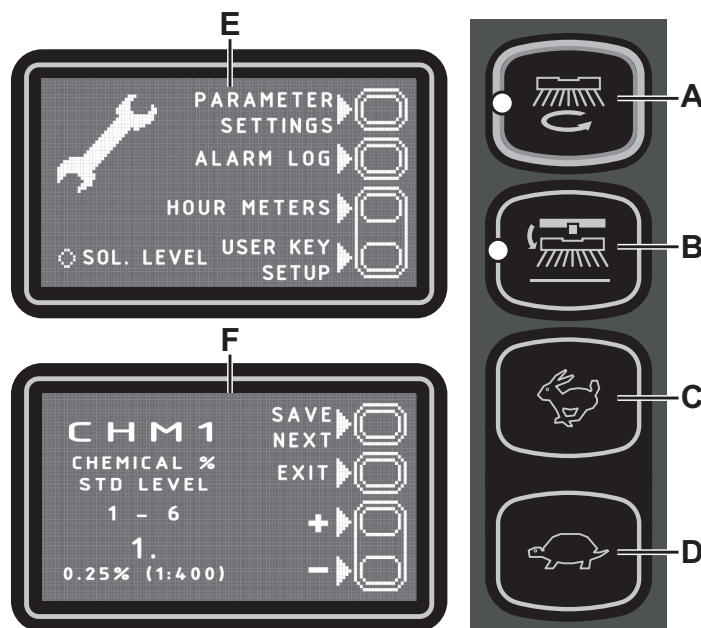

Figure 8
### Écran principal (E, Fig. 8)
### Écran paramètres de la machine (F, Fig. 8)
Pour revenir à l'écran principal (E, Fig. 8) appuyer plusieurs fois sur le bouton (A).
Pour revenir à l'écran principal (E, Fig. 8) appuyer sur le bouton (A).